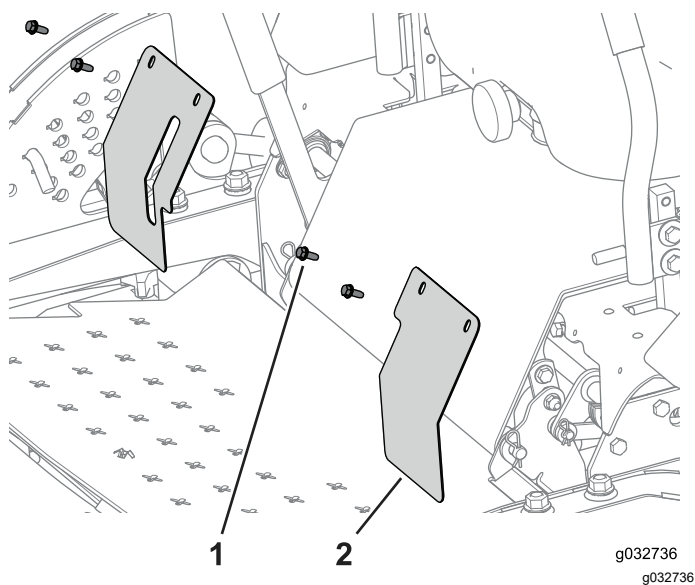

Figure 128
3. Fixez les plaques de protection à la machine à l'aide des boulons ($\frac{1}{4} \times \frac{5}{8}$ po) (Figure 128).